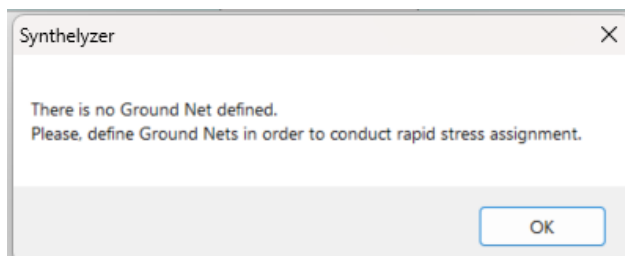

Figure 28. Message renvoyant à la définition des « Ground Net »
- ✓ Afin de définir les charges opérationnelles réelles appliquées aux composants, il faudrait commencer par définir les « **Ground Net** » en sélectionnant le bouton associé en bas de page de l'onglet **Derating & FMECA**. D'ailleurs, si cela n'a pas été fait, vous auriez un message (*Figure 28*) vous renvoyant à une fenêtre qui permet de réaliser cette tâche.